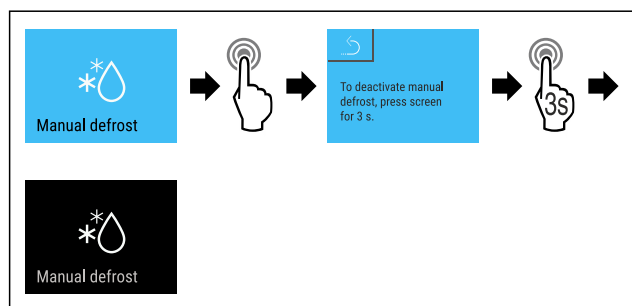

Fig. 133
- Handlungsschritte (siehe Fig. 133) durchführen.